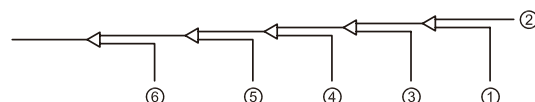

Fig. 5.39
8. Rincez les autres ouvertures de la même manière, en commençant par l'unité intérieure A vers les unités extérieures. Reportez-vous à la Figure 5.39